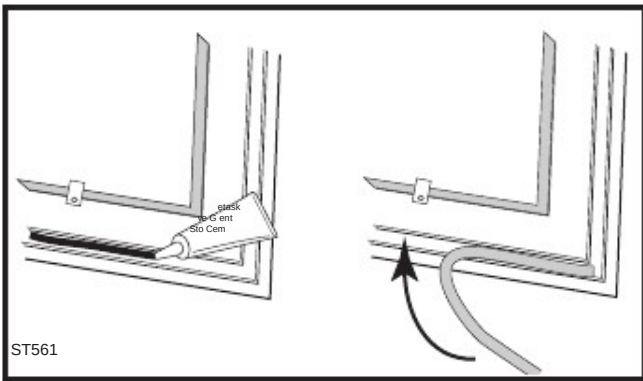

Рис. 46 Распределите прокладочный цемент и приклейте прокладку на место.
6. Начиная с одного конца, приклейте прокладку (рис.46). Не перетяните концы прокладки, лучше оставьте концы не выровненными.